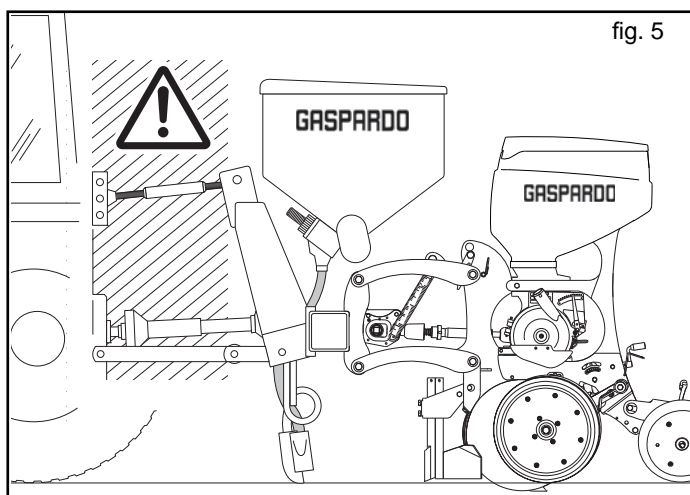

fig. 5
- 5) Il est absolument interdit de se mettre entre le tracteur et l'attelage pour manoeuvrer la commande de levage de l'extérieur (Fig. 5).
- 6) Il est absolument interdit de se mettre entre le tracteur et l'équipement (Fig. 5) si le moteur est en marche et le cardan est enclenché, sans avoir actionné le frein de stationnement et bloqué les roues avec une cale aux dimensions adéquates.